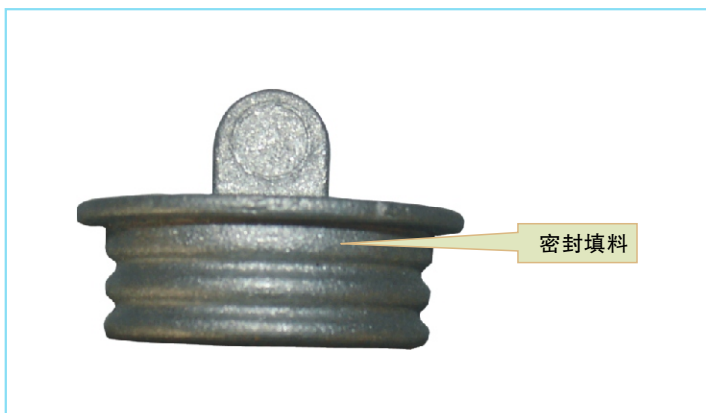

图2-129 给缸盖半圆塞上涂密封填料
(30) 安装半圆塞
① 清除所有旧的填料。
② 给半圆塞涂密封填料 (图2-129)